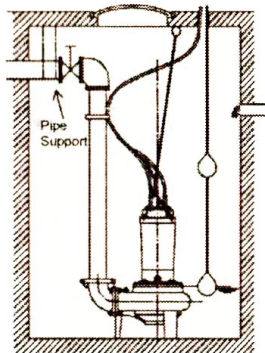

Fig. 2
- d) Si hay un flujo de líquido dentro del tanque, apoye la tubería para evitar vibraciones anormales (ver fig.2)